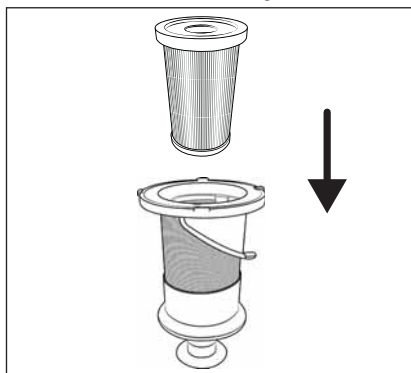

Fig. 24
- 7) Inserte el filtro EPA **5** en el filtro de acero inoxidable **6** (consulte la fig. 24).